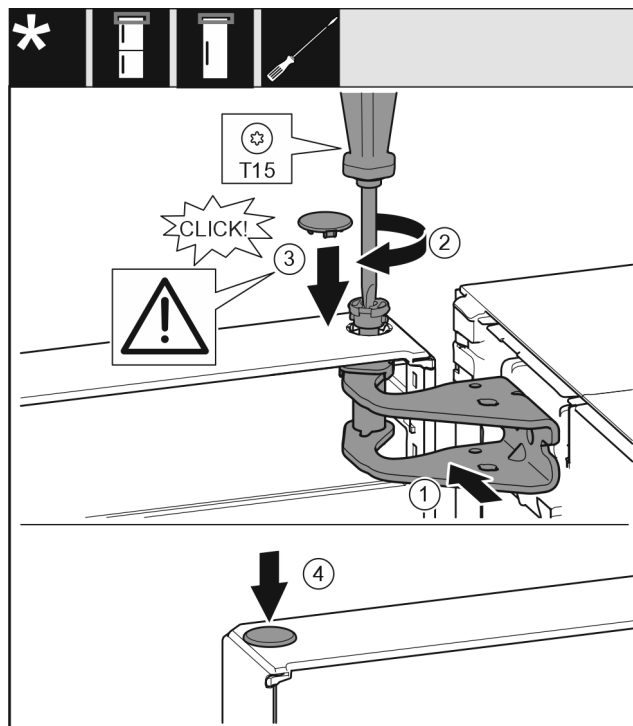

Fig. 24
- ▶ Allineare la porta in alto all'apertura nel blocco di supporto. Fig. 24 (1)
- ▶ Inserire i perni e serrare con il cacciavite T15. Fig. 24 (2)
- ▶ Montare la copertura di protezione della porta: inserire la copertura di protezione e controllare se appoggia sulla porta. Altrimenti inserire completamente il perno. Fig. 24 (3)
- ▶ Inserire i tappi. Fig. 24 (4)